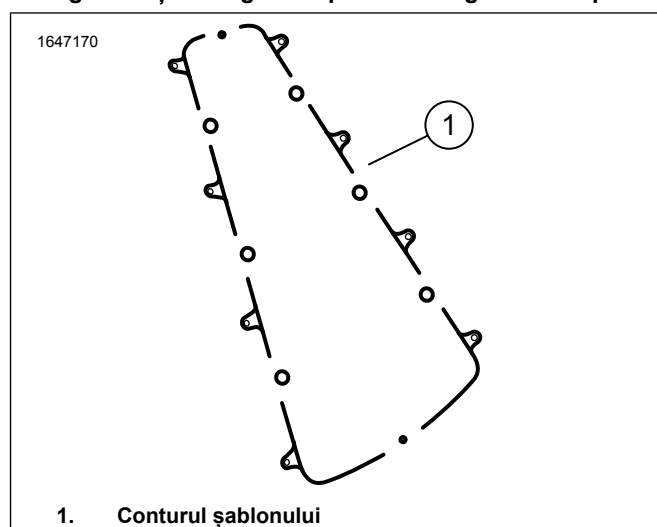

Figura 9. Contur șablon
- a. Acoperiți întreaga zonă a șablonului de foraj (2) de pe desaga din dreapta (1) cu bandă de mascare.
- b. Montați șablonul de perforare (2).
- c. Asigurați întregul perimetru al șablonului de foraj (2) cu bandă.
- d. Instalați șuruburi de filetare (3) să țină în jos șablon de foraj (2).
2. A se vedea figura 9. Folosind un marker, urmăriți conturul șablonului de foraj (1) pe banda de mascare a desăgii.
- e. A se vedea figura 9. Cu șablonul de foraj încă în poziție și folosind un ferăstrău adecvat, tăiați de-a lungul părții exterioare a conturului șablonului (1).
- f. Scoateți șuruburile de filetare (3), șablonul de foraj și banda de pe desagă.
- g. **Orificiu pentru garnitură:** Forajați un orificiu de 3/4-inci (5) acolo unde a fost îndepărtat șurubul de filetare (3).